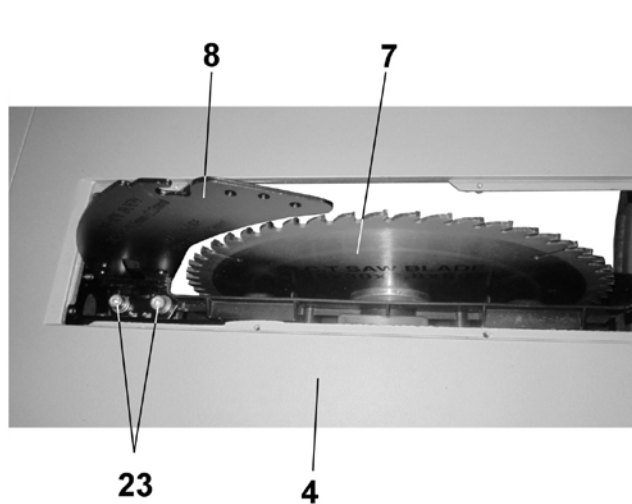
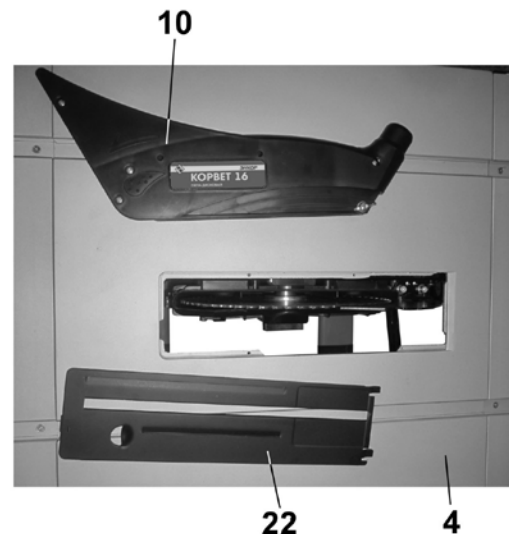
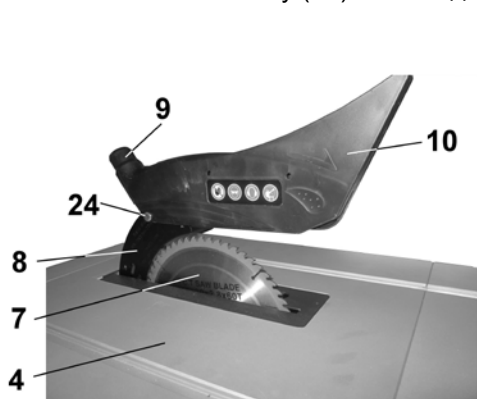
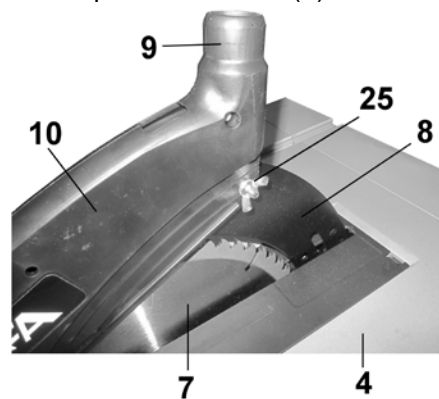

Рис. 3
Рис. 4
Рис. 6
Рис. 7
8.4. Демонтируйте вставку (22) рабочего стола (4), Рис. 4. Вращая маховик установки глубины пиления (17) против часовой стрелки, выдвиньте пильный диск (7) на максимальную высоту, ослабьте два винта (23) крепления расклинителя (8), Рис. 3.
8.5. Расклинитель (8) установите таким образом, чтобы зазор между зубьями пильного диска (8) и дугой внутреннего радиуса расклинителя (8) составлял от 3 мм до 5 мм, Рис. 3, и расклинитель (8) был в плоскости пильного диска (7).
8.6. Удерживая расклинитель (8), надёжно его закрепите двумя винтами (23), Рис. 3.
8.8. Установите защитный кожух (10) пильного диска (7), для чего ослабьте барашковую гайку (25) на защитном кожухе (10), Рис. 4. Накройте защитным кожухом (10) пильный диск (7) и расклинитель (8), заведите винт (24) сверху в паз расклинителя (8) и подайте защитный кожух (10) по горизонтальному пазу расклинителя (8) до упора, Рис. 6. После установки защитного кожуха (10) затяните барашковую гайку (25). Проверьте свободное (без заеданий и усилий) перемещение вверх и вниз защитного кожуха (10), Рис. 7.